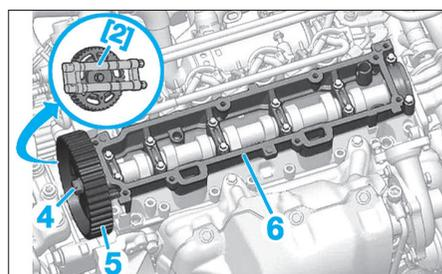

Fig. 44
- la vis (4) de poulie d'arbre à cames (Fig.44),
- la poulie d'arbre à cames (5),